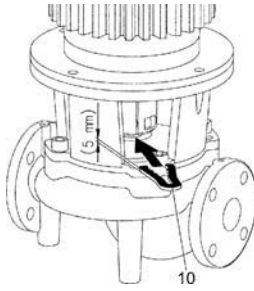

Fig. 18: Montagevork voor instelwerkzaamheden
Bij alle montagewerkzaamheden (pomptypen design A/B) is voor het instellen van de correcte waaierpositie in het pomphuis de montagevork (Fig. 18, pos. 10) noodzakelijk.